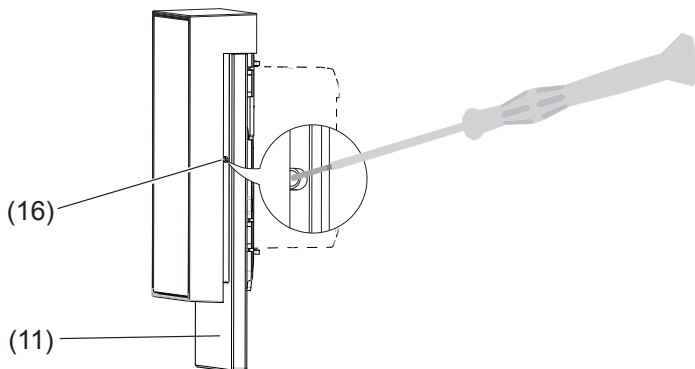

Bild 12: Demontage
- Schmalen Gegenstand, wie z. B. einen Präzisions-Schlitz-Schraubendreher oder starren Draht, in die Demontageöffnung (16) zwischen Designrahmen (11) und Display stecken (Bild 12). Dabei den gefederten Schnappverschluss am Tragrings (12) vorsichtig zurückdrücken und das Gerät mit Designrahmen leicht anheben.
- Fixierungen für Designrahmen (15) leicht nach innen drücken und Designrahmen abziehen.